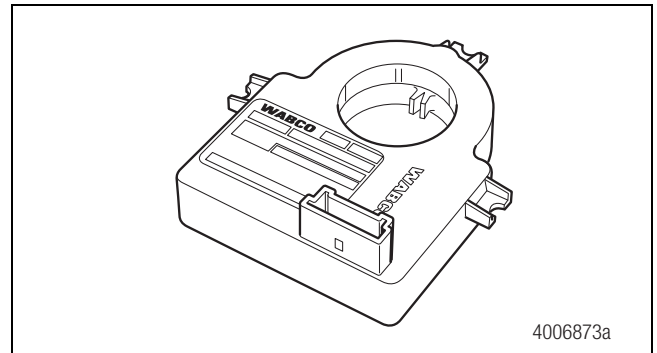
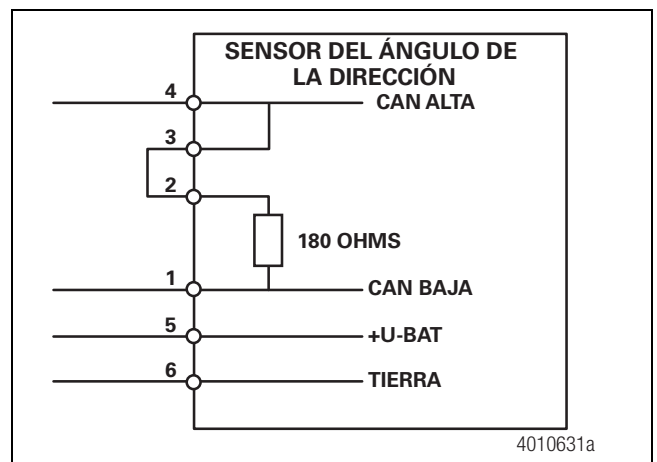

Figura 3.38
Figura 3.39
- Desconectar el SAS y medir la resistencia de terminación entre el Pin 1 y el Pin 2 del SAS. Figura 3.38 y Figura 3.39.
NOTA: Para una operación correcta del sensor, debe haber un cable de puenteo en el lado del arnés, entre, ya sea el Pin 2 al Pin 3, de manera que el resistor de terminación esté conectado como se ilustra en la Figura 3.39.